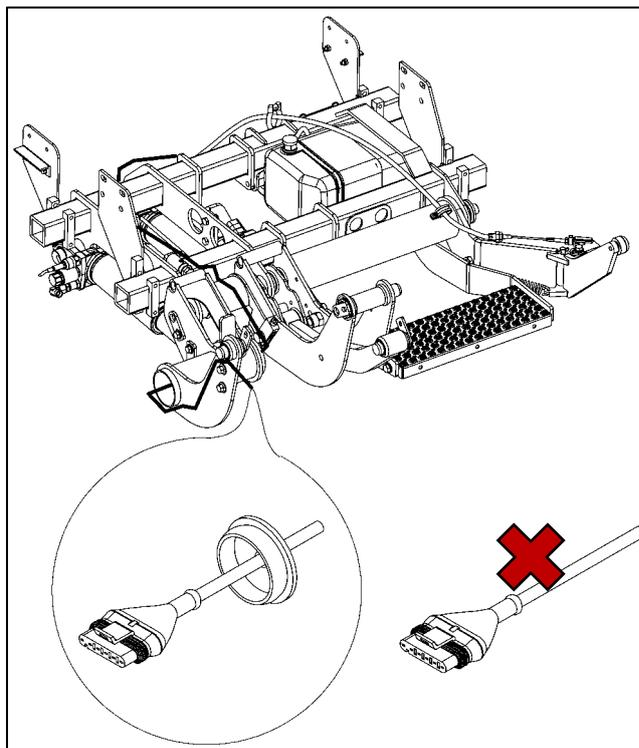

Fig. 15
- Dirija el cable de la unidad de control para la conexión de la plataforma (cubierta de plástico blanco) al conjunto del brazo oscilante en el centro del vehículo (Fig. 15).